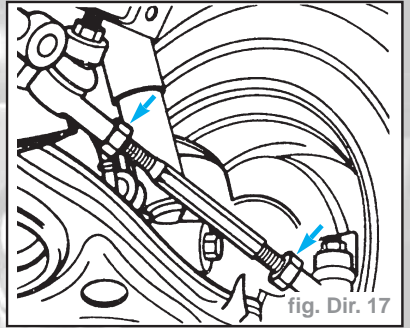

fig. Dir. 17
- Desserrer les deux contre-écrous (flèches) des barres d'accouplement gauche et droite (fig. Dir. 17).